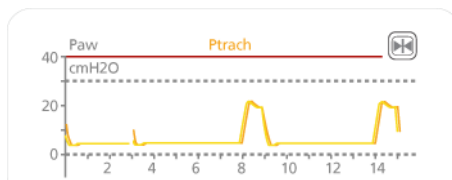

Figura 4-10. Formas de onda de Ptraq. y Pva, con TRC activo
- Cuando está activada la TRC, la Ppico mostrada puede ser superior a la PEEP establecida más Pcontrol/ Psoporte, debido a la presión adicional necesaria para que funcione contra la resistencia del tubo. Examine detenidamente la presión traqueal calculada, que se muestra simultáneamente como una forma de onda naranja. Consulte la figura 4-10.